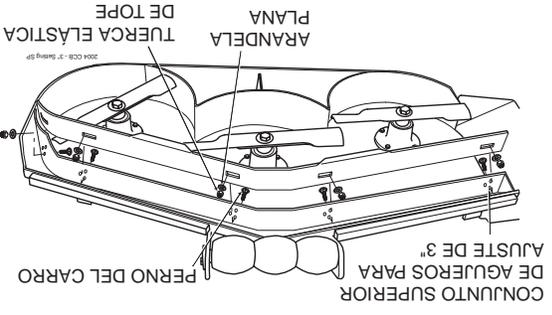

Figura 9. Posición 3" del deflector de corte personalizado
A. Posición 3" - el deflector se instala usando el conjunto superior de agujeros en el deflector frontal soldado dentro de la plataforma de corte. (Vea la Figura 9). Las plataformas de corte Velocity-Plus y Advantage entregarán la mejor calidad de corte en césped muy alto, tieso y difícil de cortar.